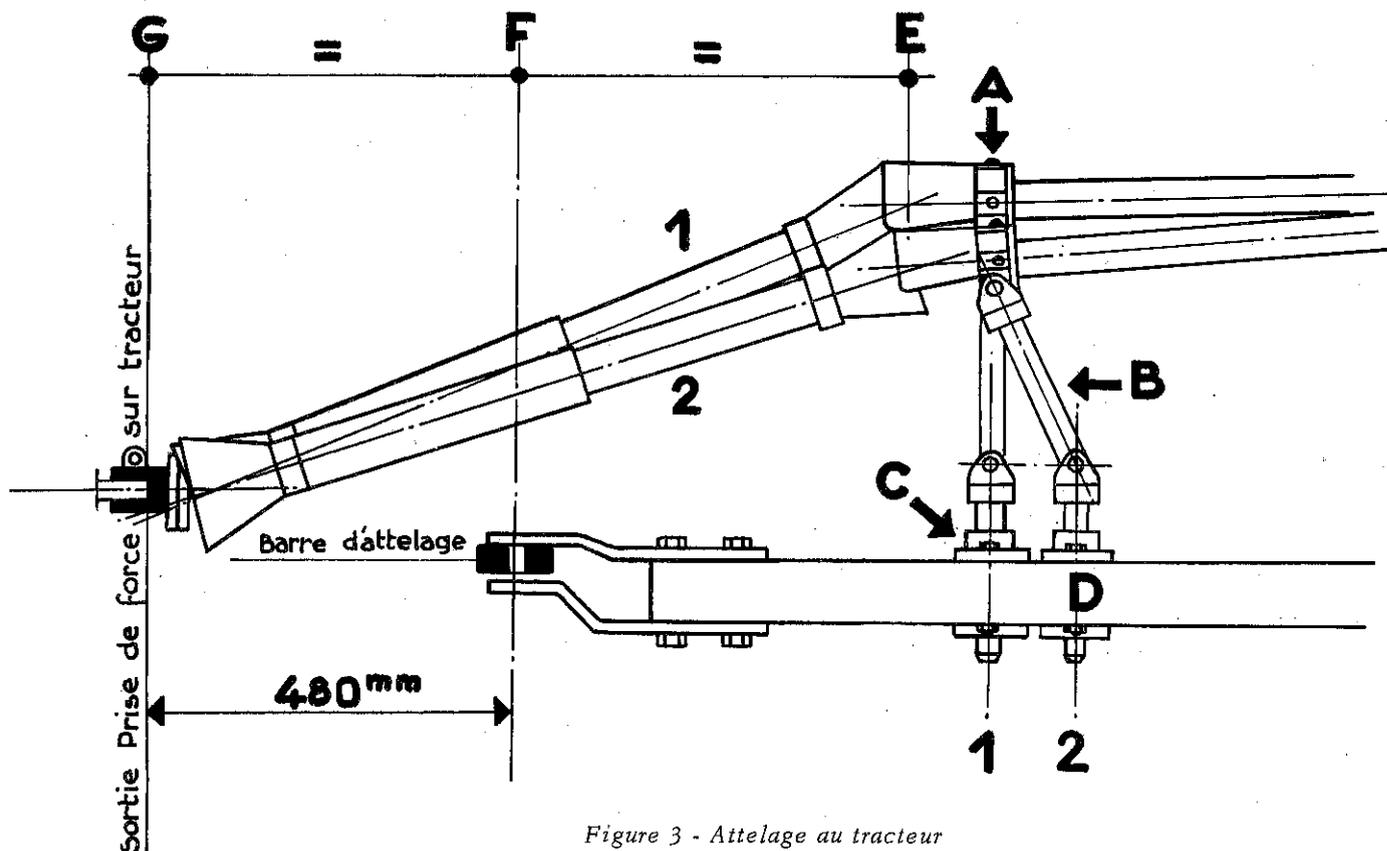

Figure 3 - Attelage au tracteur
axe d'attelage (F) et aboutissant à la sortie de prise de force du tracteur (G) (fig. 3).
Pour que les deux conditions précitées soient requises, il faut avoir une distance de 480 mm entre l'axe de la barre d'attelage du tracteur et l'extrémité de l'arbre cannelé de sortie de sa prise de force comme il est indiqué sur la figure 3.
La figure 3 illustre ce réglage où une transmission normalement montée (repère 1) prend l'alignement désiré (repère 2).